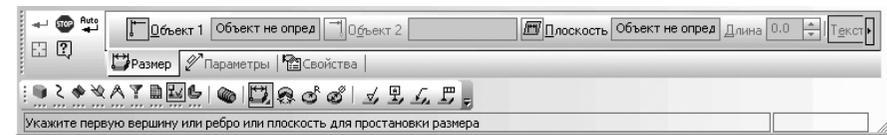

Рис. 3.135. Панель свойств: Линейный размер, Компактная панель
- щелкните в **Компактной панели** в режиме создания модели по кнопке переключателю  **Элементы оформления**, а затем в появившейся панели инструментов по кнопке  **Линейный размер**. Появится **Панель свойств: Линейный размер** рис. 3.135. В строке сообщений появится подсказка: **Укажите первую вершину или ребро или плоскость для простановки размера**;